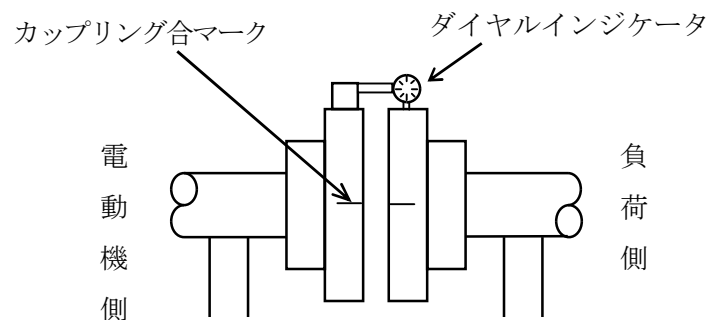

図3 アライメント要領
(2) 図3に示すように電動機側のカップリングにダイヤルインジケータを取り付け、カップリング部を使って電動機の回転子を静かに回しながら、平行度(面と呼ばれる)と偏心度(円と呼ばれる)を測定し、軸中心を合わせます。ただし、相手機械の種類により異なる場合もありますので、機械製作者とも打ち合わせを要します。